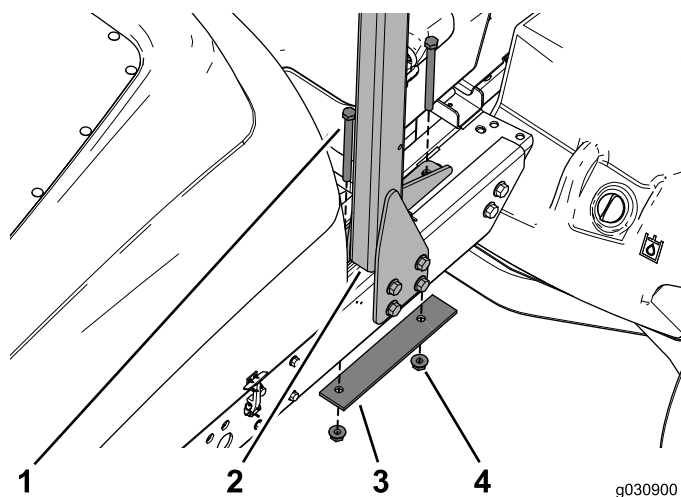

Рисунок 5
6. Расположите пластину жгута проводки и отделение аккумуляторной батареи так, чтобы можно было снять два болта, усиливающую пластину и две фланцевые гайки, которые крепят конструкцию защиты оператора при опрокидывании (ROPS) к верхней части рамы (Рисунок 5). Отложите их в сторону.